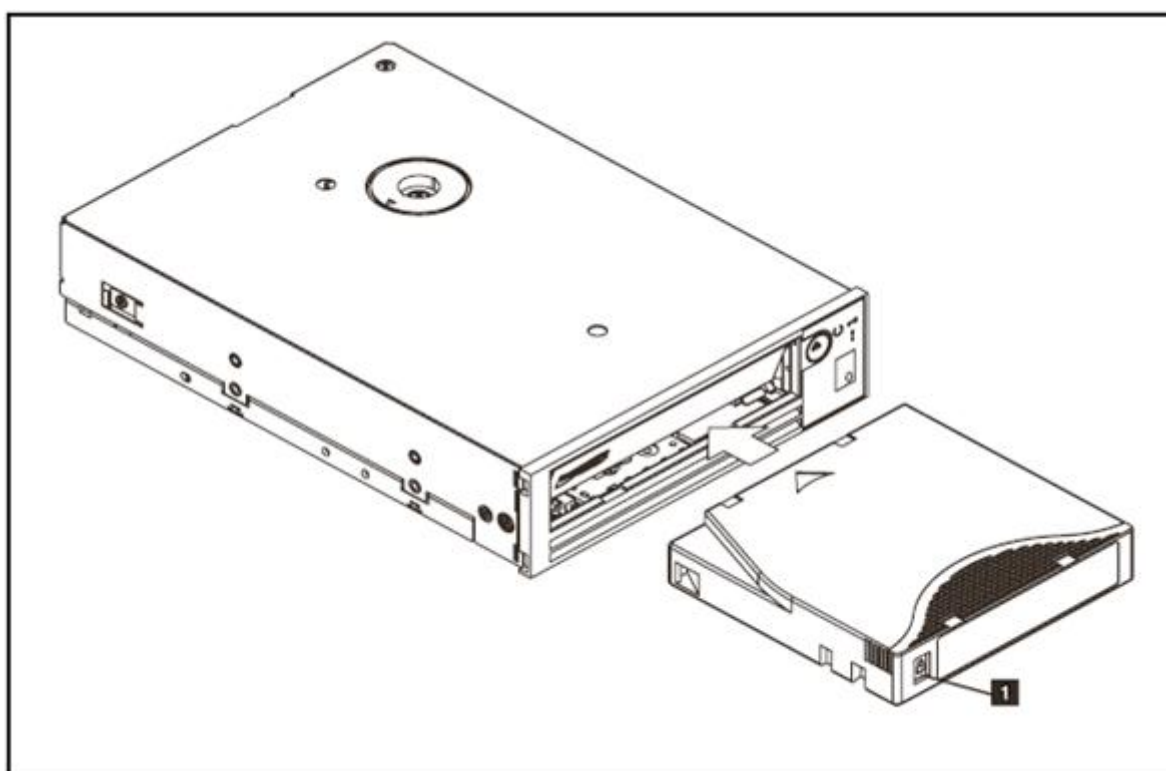

図 4: カートリッジのドライブへの挿入
2. 書き込み禁止スイッチが手前側に見えるようにカートリッジを持ちます（図4の1を参照）。